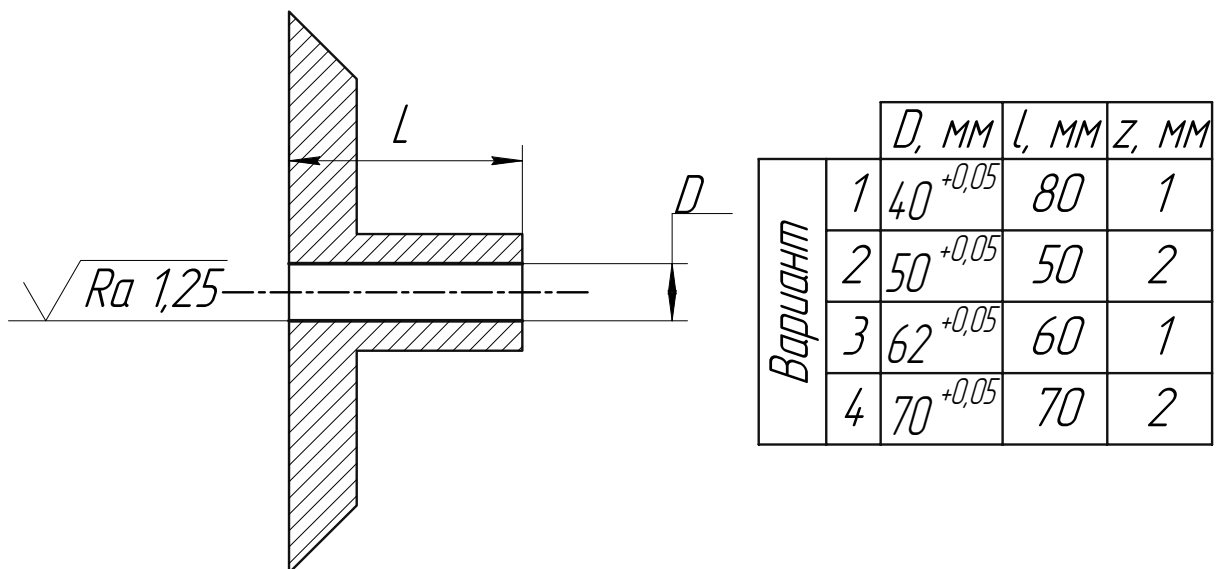

Рис. 4. Растачивание отверстий (*z* – припуск, мм)
6. Расточка отверстий (см. рис. 4).